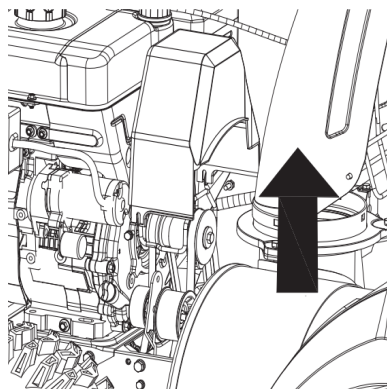

Рисунок 38
1. Снимите крышку ремня на передней части двигателя, открутив два самореза. См. рис. 38. **ВНИМАНИЕ:** Слейте бензин или установите пластиковую защиту под топливной крышкой.